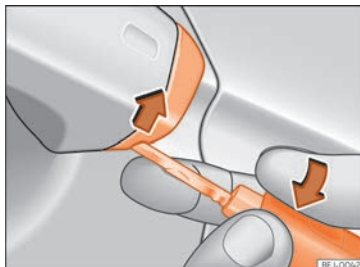

Fig. 96 Manecilla de la puerta del conductor: desprender la tapa haciendo palanca.
- Introduzca el espadín en la abertura inferior de la tapa de la manecilla de la puerta del conductor »» fig. 96 y eleve la tapa de abajo hacia arriba.